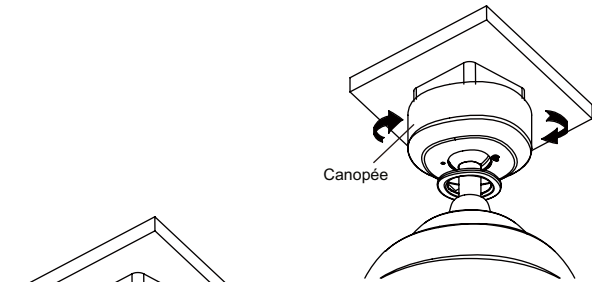

Fig. 17
**Étape 1.** Assembler la verrière en tournant la fente de clé dans la verrière au-dessus de la vis d'épaule dans le support de montage. (Fig. 17)